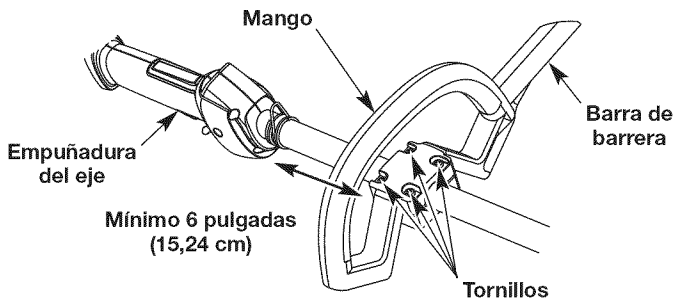

Fig. 2
2. Sin dejar de sujetar la unidad en posición de operación, mueva el mango hasta el lugar que le dé el mejor agarre. Colóquelo a una distancia mínima de 6 pulgadas (15,24 cm) de la base de la empuñadura del eje (Fig. 2).